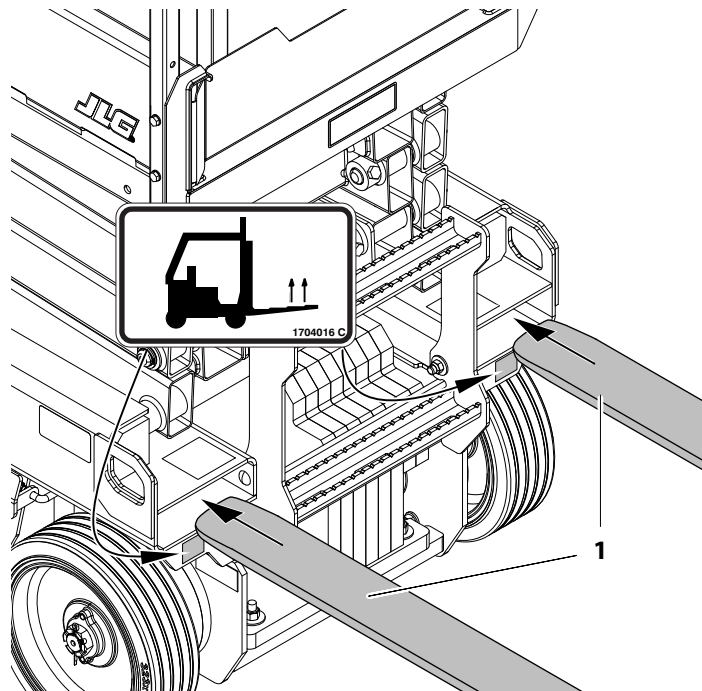

Рис. 3-11. Вилочные проемы — расположение
Машина может быть поднята с помощью автопогрузчика с вилочным захватом. Выполняйте подъем только с задней стороны машины и только с платформой в транспортном положении. Отрегулируйте ширину **вилочного захвата автопогрузчика (1)** в соответствии с размерами вилочных проемов машины, см. Рис. 3-11. Задвиньте зубья вилочного погрузчика в вилочные проемы и аккуратно поднимите машину.